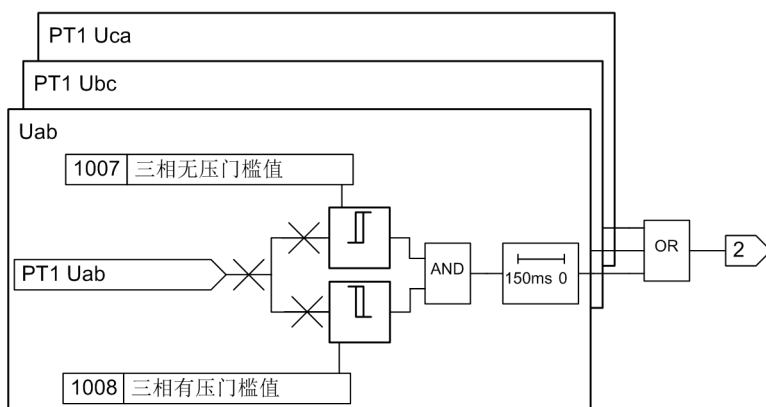
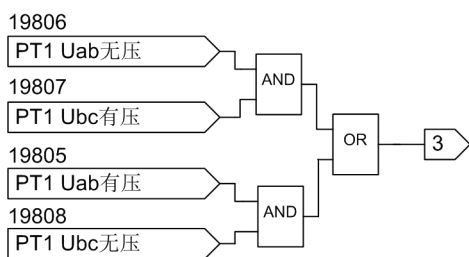
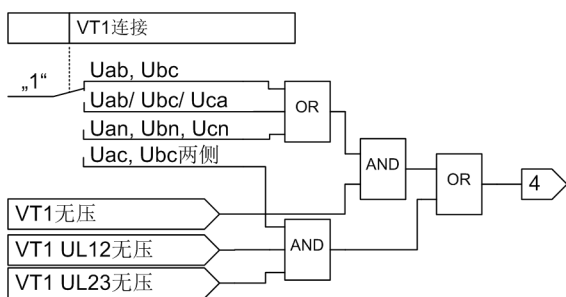

图 2-45 线路 1 残压
图 2-46 电压型馈线自动化逻辑图
图 2-47 线路 1 无压
1) 图中信号 2、信号 3 和信号 4 分别来自图 2-45、图 2-46 和图 2-47。